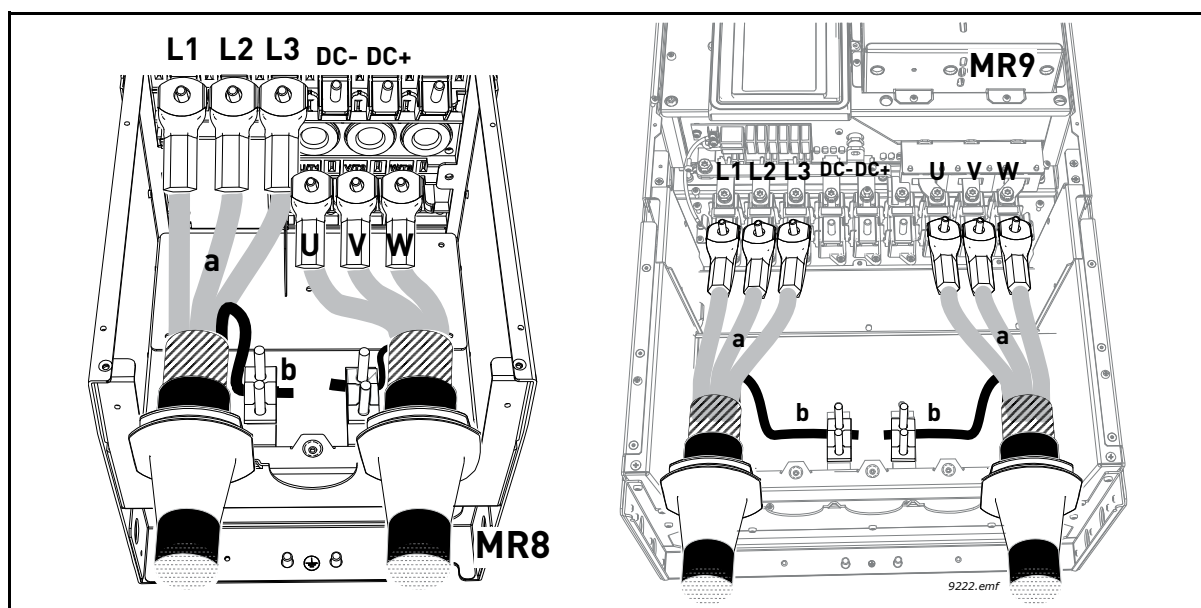

Abbildung 42.
- Verdrillen Sie die übrigen Kabelabschirmungen aller Kabel, und stellen Sie eine Schutzleitung mithilfe einer Klemme aus dem Zubehör her (siehe Abbildung 42 (b)).